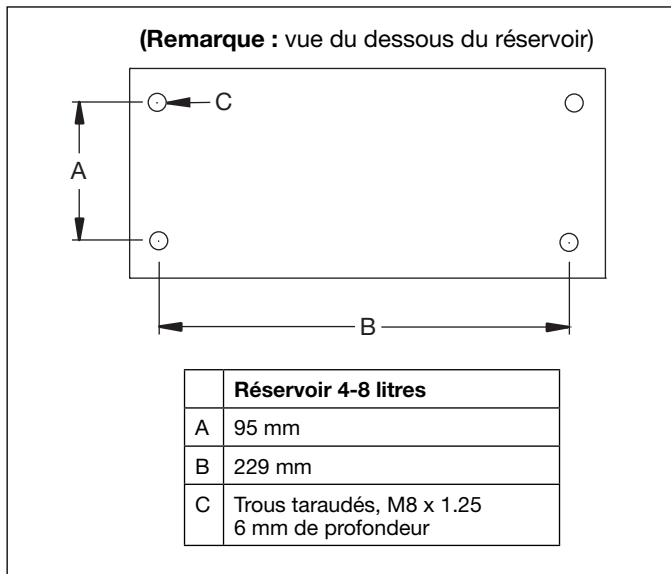

Figure 4, Dimensions de montage
4.2 Montage de la pompe (cf. Figure 4)